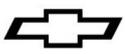

FIGURE 23
11. Déposer les boulons inférieurs des deux cache-culbuteurs. Poser les supports de câble de bougie d'allumage avec les boulons déposés. Serrer les boulons à 70 po-lb. En commençant à l'avant du moteur, poser les petits dispositifs de retenue en premier, puis poser progressivement les gros dispositifs de retenue vers l'arrière du moteur. Glisser les dispositifs de retenue sur les supports de façon à ce que les crans des supports s'engagent dans les trous des dispositifs de retenue. Voir les figures 23 et 24.